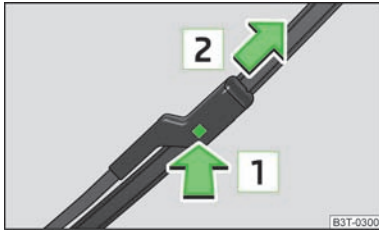

Abb. 50
- › Die Sicherung  » Abb. 50 drücken, um das Wischerblatt zu entriegeln, und in Pfeilrichtung  abziehen.